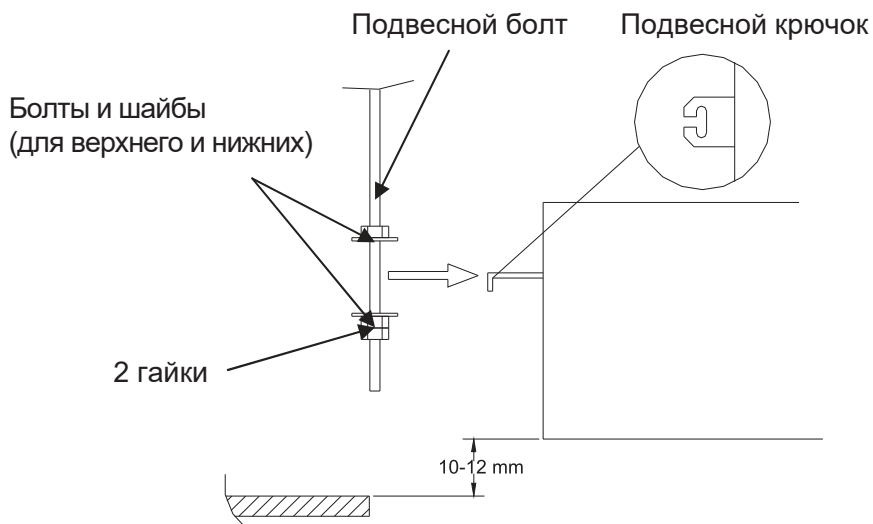

Рис. 9
4. В целях предотвращения возможных зазоров в креплении, для каждого подвесного болта рекомендуется использовать 3 шестигранные гайки (приготовленные на месте) и 2 шайбы (из комплекта принадлежностей). Следует обратить внимание на то, что 2 гайки из указанных выше должны быть использованы в нижней части (рис. 9).
5. Установить расстояние между поверхностью потолка и агрегатом в пределах 10 – 12 мм. Жёстко затянуть все гайки на подвесных болтах (рис. 9).